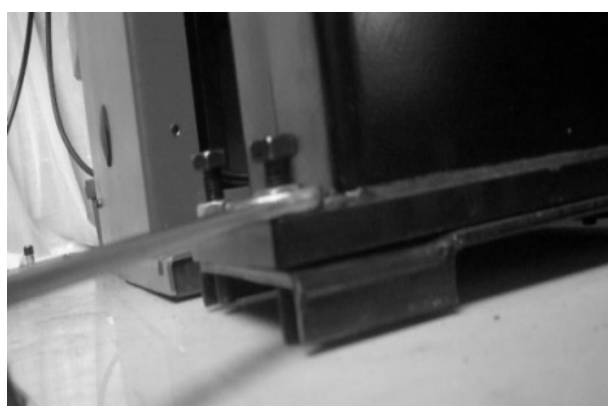

Рис. 7-10
7.1.10 Ослабьте гайку под основанием и поверните болт по часовой стрелке, пока он не коснется земли, и затяните (Рис.7-10), установите боковую панель и снятый ящик для инструментов, как описано в п. 7.1.1. Теперь установка левого вспомогательного оборудования завершена.